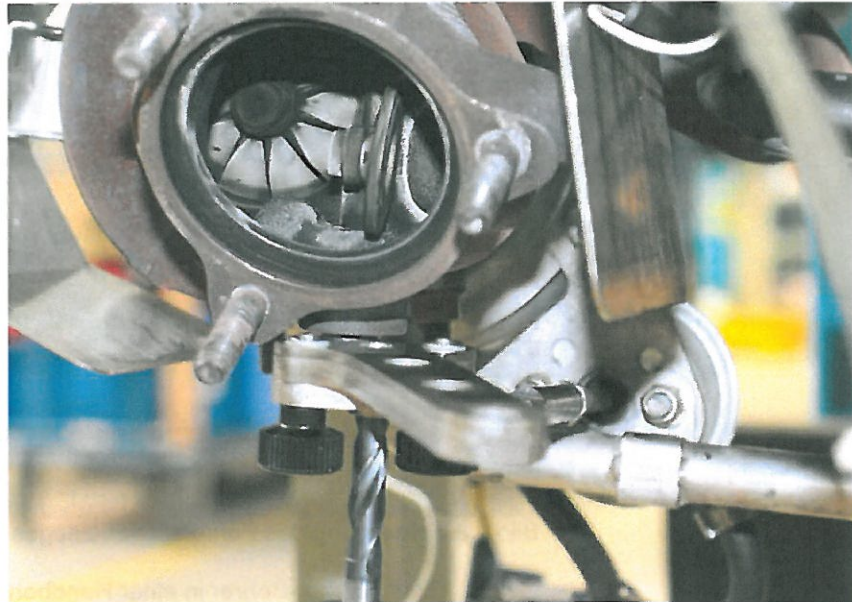

Bild 5 Bohrung zur Befestigung des neuen Stiftes bohren
- Die Bohrung in den Wastegatehebel bohren und dabei die Führungshülse des Gegenhalters als Bohrerführung verwenden. Gleichzeitig mit dem Gegenhalter den Wastegatehebel festhalten. Siehe Bild 5.